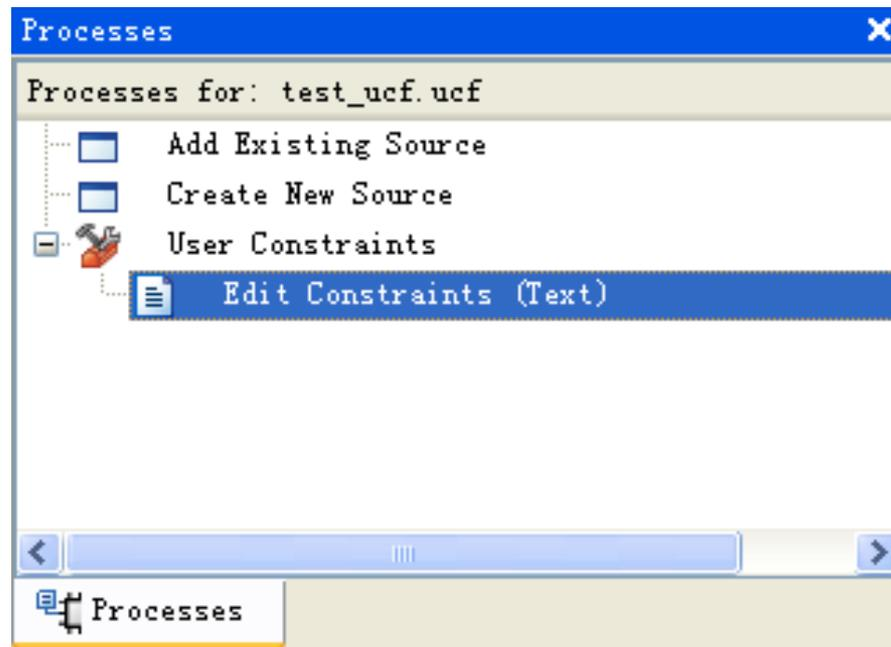

图23 用户约束管理窗口
- (2) 创建约束文件
- (3) 编辑约束文件
- 如图23所示。